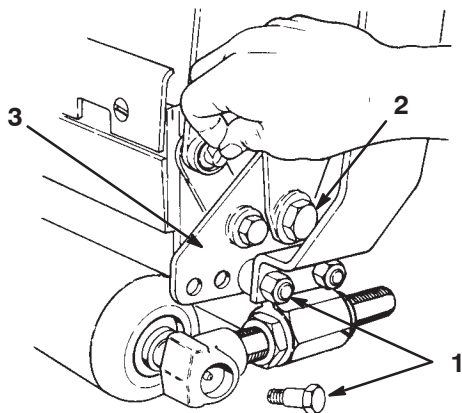

Figure 25
1. Retirez les boulons, les bagues et les entretoises à chaque extrémité de l'ensemble barre d'appui/contre-lame puis déposez l'ensemble barre d'appui/contre-lame (Fig. 25).